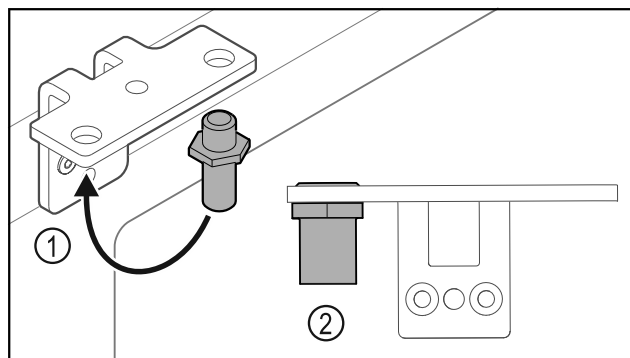

Fig. 35
- ▶ Aseta saranakulman pultti Fig. 35 (1) toiseen paikkaan.
- ▶ Kiristä pultti Fig. 35 (2) **vääntömomentilla 12 Nm**.